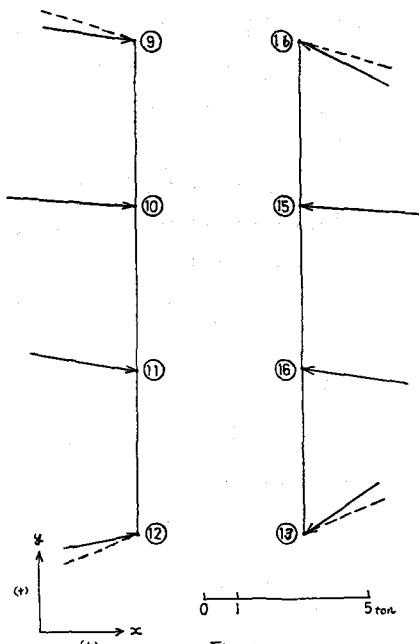

Fig. 7
ここで変位を求めるが力はそれぞれ Table 1 の上段に示す値で、ベクトルで表すと Fig. 7 の実線のようになる。同図中、節点 (9), (16), (12), (13) には他に外力が作用しているのでそれらを加えて合力として点線で示した。